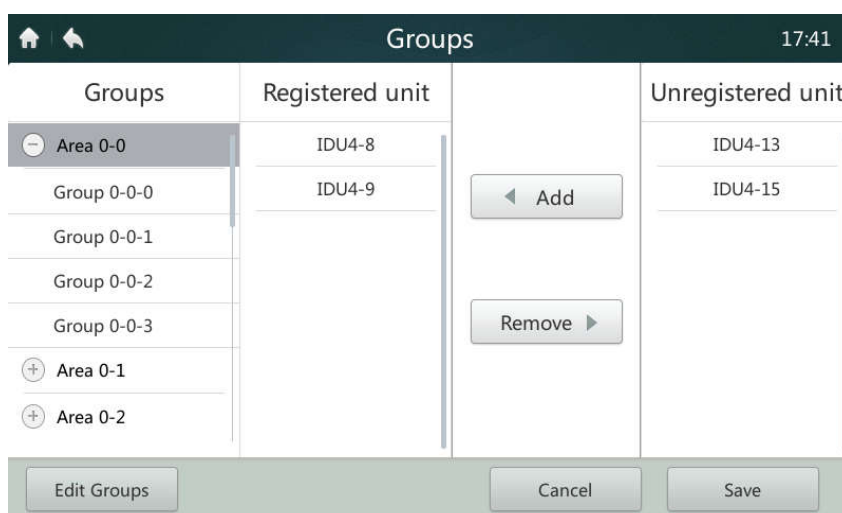

Abb. 40: Homepage 2 der Groups-Seite (Gruppen)
1. Der Benutzer muss zuerst Gruppen anlegen. Nach dem Anlegen der Gruppen erscheint eine Seite mit der Gruppenliste, wie in Abb. 40 gezeigt.
- 2 Wählen Sie durch Klicken im linken Bereich der Seite eine Gruppe aus, wie in Abb. 40 gezeigt, um Inneneinheiten hinzuzufügen oder zu löschen.
- 3 Wählen Sie im rechten Bereich der Seite ein Gerät aus der Geräteliste der ungruppierten Geräte aus, wie in Abb. 40 gezeigt. Klicken Sie auf die Taste „Add“ (Hinzufügen), um ein Gerät der ausgewählten Gruppe hinzuzufügen. Das Gerät erscheint in der Liste der gruppierten Geräte.